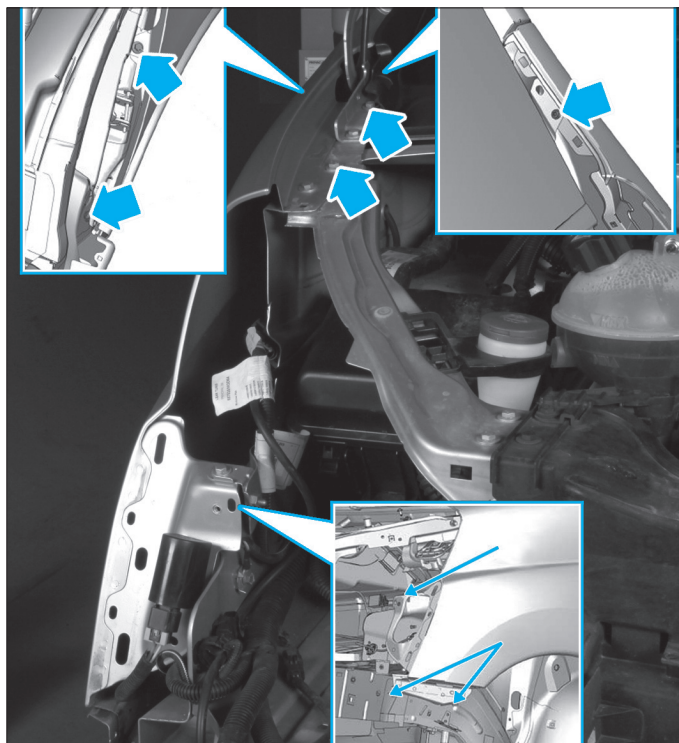

Fig. 88
- Déposer les vis de fixation de l'aile avant (Fig.88).